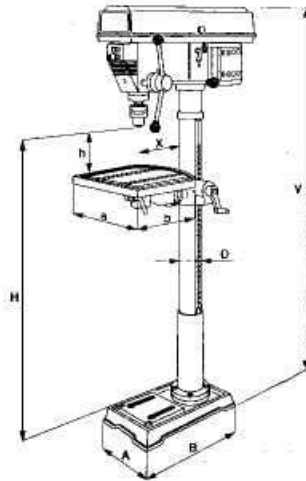

Рисунок 2.
3.1. Технические характеристики. (см. рис. 2).